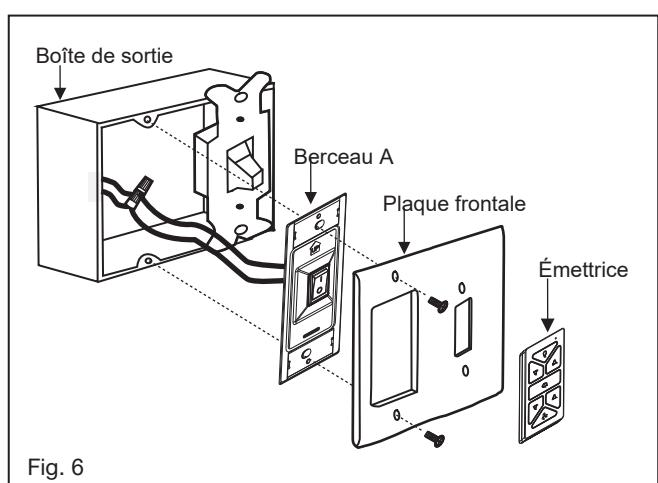

Fig. 6
2. Connectez les fils noirs du commutateur dans le berceau A aux fils noirs dans le boîtier de commutation. Fil d'entrée chaud vers l'un des fils du commutateur du berceau. Le fil d'alimentation du ventilateur est connecté au fil de l'interrupteur restant. (Fig.6)